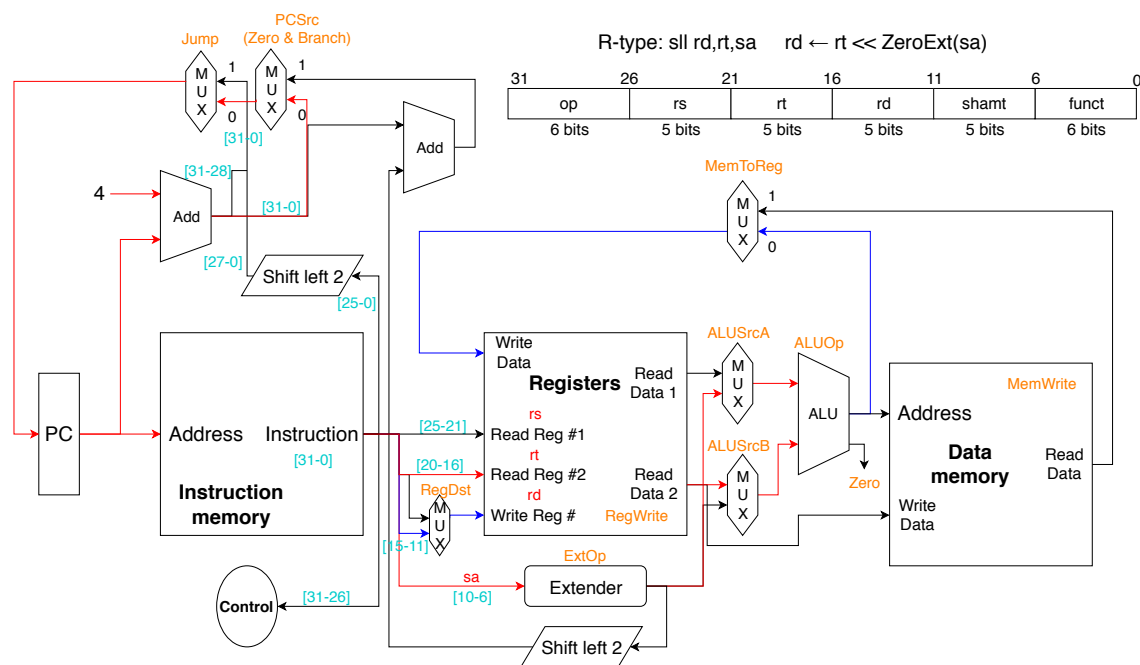

图 5: sll通路
3. sll指令为R类型，但是指令格式比较特殊。见图5，执行阶段从指令中读入rt寄存器的地址并取出，取指令的[10:6]位读出立即数sa并进行零扩展(ALUSrcA=1)，利用ALU对rt的内容及sa进行移位操作，结果写回rd寄存器。